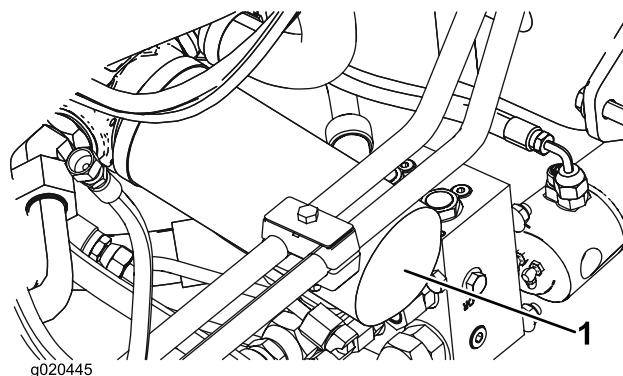

Bild 69
2. Reinigen Sie die Kontaktfläche um den Filter. Stellen Sie eine Auffangwanne unter den Filter und entfernen den Filter (Bild 69).